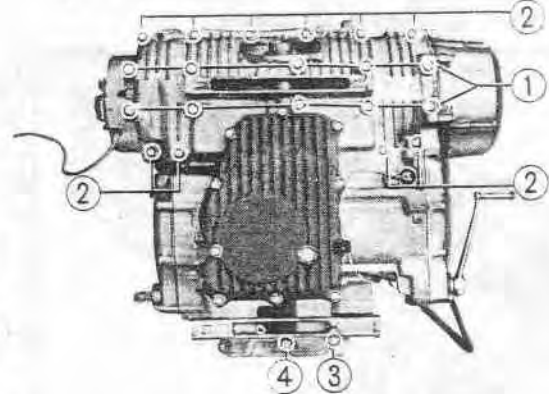

Fig. 3-74 ① Boulon de 8 mm ② Boulon de 6 mm
13. Dévisser les boulons de fixation du carter inférieur et séparer le carter supérieur du carter inférieur. (Fig. 3-74)